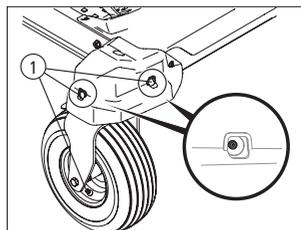

Fig. 23
Cada um dos eixos e aros das rodas dianteiras é equipado com bico (1) graxeiro. Lubrifique com graxa aplicada usando engraxadeira a cada 25 horas de operação, [Fig. 23].